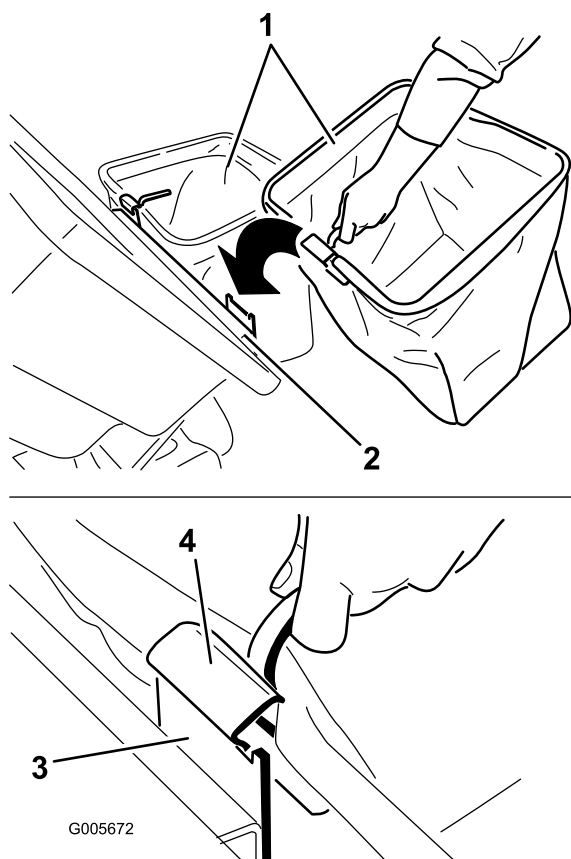

Bild 16
6. Setzen Sie die Grasfangkörbe ein. Schieben Sie die Korbhaken auf die Befestigungshalterungen (Bild 16).